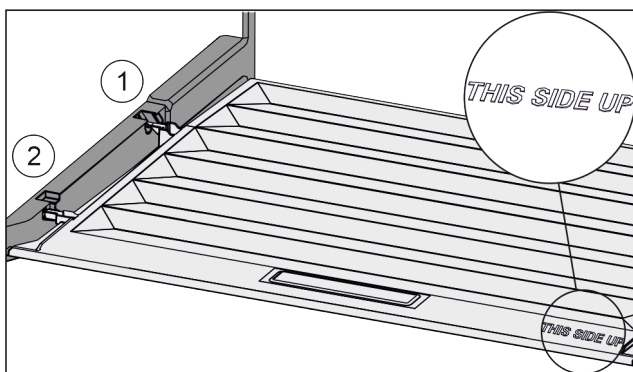

Fig. 118
- ▶ Вставить поперечные ребра крышки через отверстие заднего держателя Fig. 118 (1) и защелкнуть спереди в держателе Fig. 118 (2).